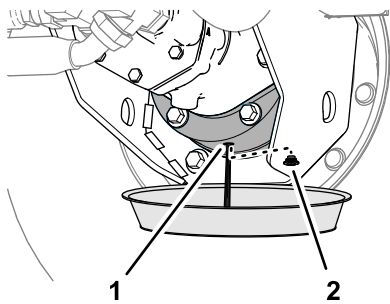

Figura 97
6. Posizionate una bacinella di spurgo sotto la scatola del freno, rimuovete il tappo di spurgo e lasciate spurgare completamente il lubrificante (Figura 97).